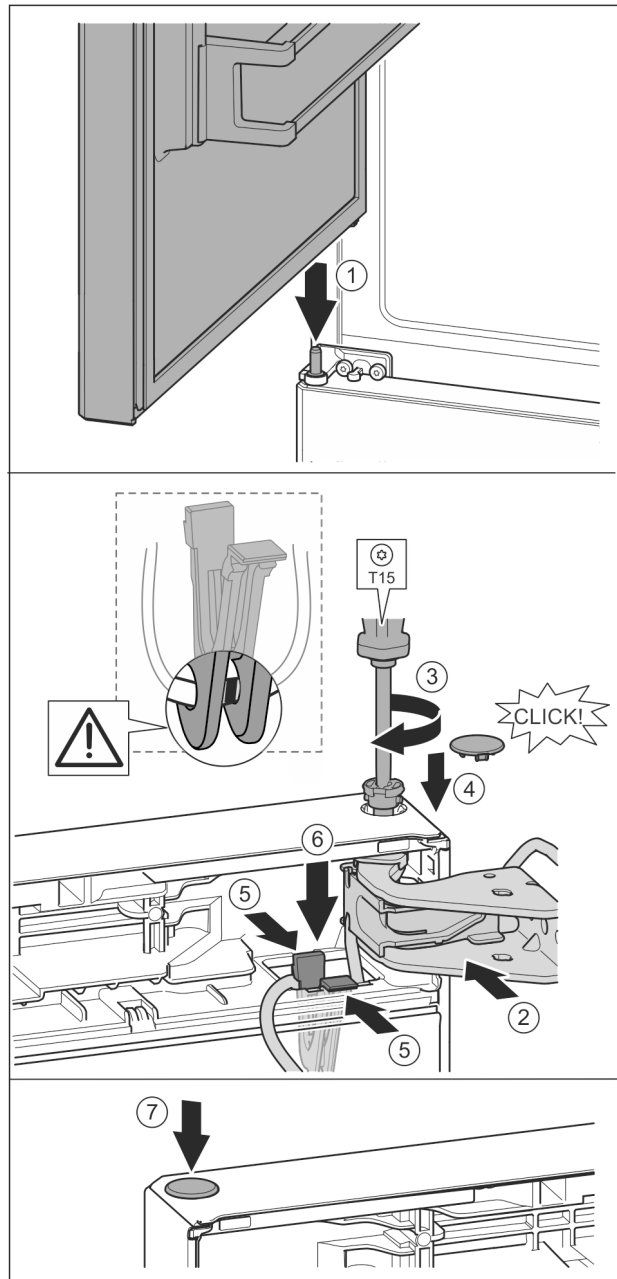

Fig. 36
- ▶ Obere Tür auf mittleren Lagerbolzen setzen Fig. 36 (1)
- ▶ Tür oben zur Öffnung im Lagerbock ausrichten. Fig. 36 (2)
- ▶ Bolzen einsetzen und mit Schraubendreher T15 festschrauben. Fig. 36 (3)
- ▶ Sicherheitsabdeckung zur Sicherung der Tür montieren: Sicherheitsabdeckung einsetzen und kontrollieren ob sie auf der Tür aufliegt. Ansonsten Bolzen vollständig einsetzen. Fig. 36 (4)
- ▶ Halter mit daran befestigtem Kabel in Öffnung einsetzen. Fig. 36 (5)
- ▶ Halter nach unten drücken bis die Lasche einrastet. Fig. 36 (6)
- ▶ Stopfen einsetzen. Fig. 36 (7)